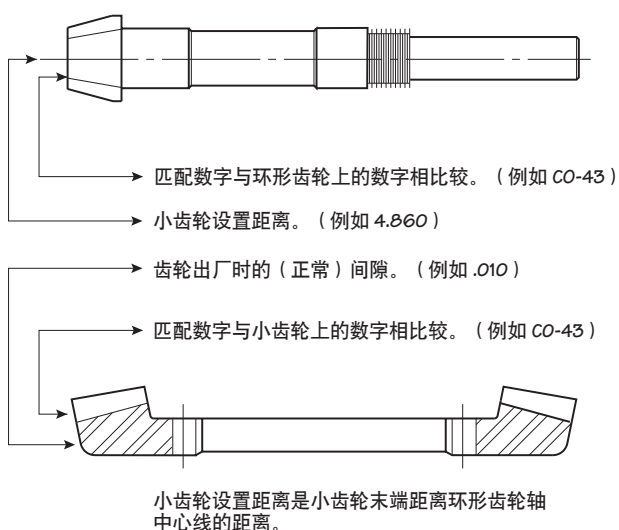

图 9 齿轮匹配数字和设置数据
在小齿轮架中装配新小齿轮前, 请检查小齿轮和螺旋锥环形齿轮的匹配数字, 确保它们是匹配的齿轮组。齿轮出厂时就匹配成组包好了, 不应分开。如图 9 所示, 数字蚀刻在小齿轮和环形齿轮上。
1. 将 O 型环 (702) 装到小齿轮架子组合件上。
2. 用正确数量的垫片将小齿轮架子组合件用螺栓固定到外壳，达到小齿轮正面蚀刻指示的小齿轮设置距离。请参见图 9。旋紧至 102 N·m 扭矩。
5. 安装定位销 (20) 以对齐轴承孔。用旋紧至 102 N·m 扭矩的帽螺栓将外壳盖固定到外壳。
6. 放置顶部级间帽垫片 (500)，用旋紧到 116-122 N·m 扭矩的放置螺栓安装级间轴承盖。
7. 将上风扇轴轴承外圈 (422) 装入减速机外壳盖 (图中未显示)。